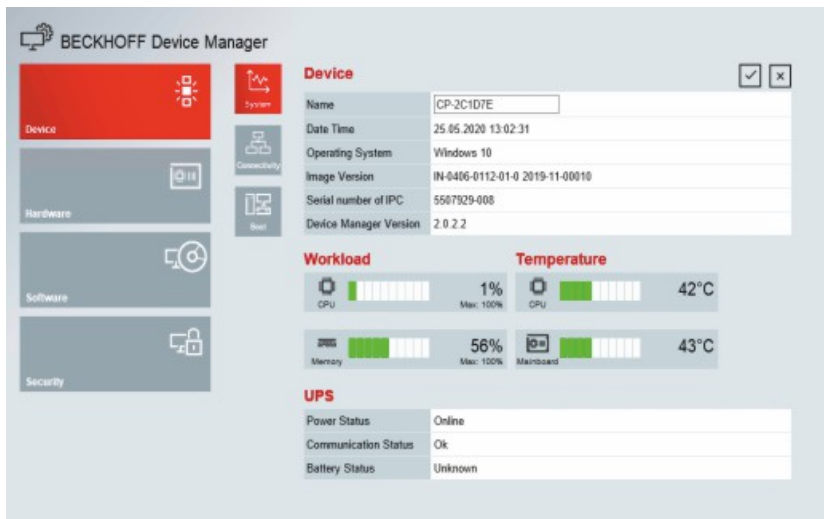

Abb. 23: Beckhoff Device Manager - Startseite
2. Heben Sie den PC soweit an, dass die Befestigungsschrauben in die Schlüssellöcher (siehe Abb. 23) rutschen.